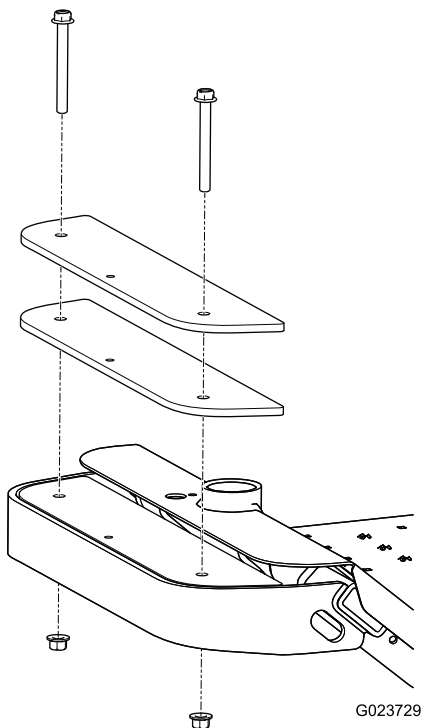

Bild 12
1. Entfernen Sie zwei Schrauben und zwei Muttern, mit denen der vorhandene Ballast vorne an der Maschine befestigt ist (Bild 12).